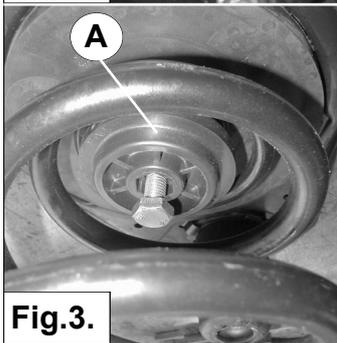

Fig.3.
5. Plaats de rubber schijf weer in de bovenplaat. Plaats hierop de hoofdveer en monteer vervolgens de bovenste veerschotel A (dit is de veerschotel met de grootste diameter) met de bijgeleverde bout, moer en ring op de bovenplaat. Zie fig. 3 en 4. De hoofdveer zit nu geklemd tussen de bovenplaat 1 en veerschotel A.
5. Fit the rubber disc back in the upper plate. Fit on the rubber disc the main-spring and fit the upper springseat A (this is the springseat with the largest diameter) with the supplied bolt, nut and washer on the upper plate. See fig. 3 and 4. The mainspring is mounted between the upper plate 1 and the springseat A.
5. Montieren Sie die gummi Scheibe zurück in die obere Platte. Stellen Sie die Hauptfeder hierauf und montieren Sie den obere Federteller A (das ist der Federteller mit dem großen Durchmesser) mit dem mitgelieferte Bolzen, Muttern und Ringe auf den obere Platte. Sehe fig. 3 und 4. Die Hauptfeder ist geklemmt zwischen die obere Platte 1 und den Federteller A.
5. Replacez la rondelle en caoutchouc sur la plaque supérieure. Placez-y le ressort principal et montez ensuite la coupelle supérieure A (la coupelle présentant le plus grand diamètre) au moyen du boulon, de l'écrou et de la rondelle joints, sur la plaque supérieure. Voir fig. 3 et 4. Le ressort principal est à présent maintenu entre la plaque supérieure 1 et la coupelle A.
5. Montera tillbaks gummibricka 2 i den övre plattan. Placera huvudfjädersätet på på gummibricka och montera det övre fjädersätet A (detta är fjädersätet med den största diametern) med medföljande bult, mutter & bricka på den övre plattan. Se fig. 3 & 4. Huvudfjädersätet skall vara monterad mellan den övre plattan 1 och fjädersätet A.
5. Reinserte el disco de goma en la placa superior. Coloque el muelle principal encima y monte el disco de muelle superior A (se trata del disco de muelle de mayor diámetro) sobre la placa superior con la ayuda del perno, tuerca y arandela incluida en el paquete. Véase fig. 3 y 4. El muelle principal se en contrará bien apretado entre la placa superior 1 y el disco de muelle A.